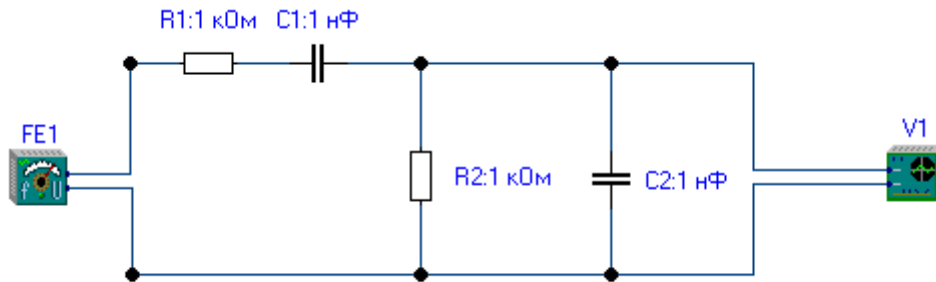

Рисунок 8.4
8.4 Собрать пассивную цепь (рис. 8.4) и снять ее ЛАЧХ и ЛФЧХ (логарифмические амплитудно-частотную и фазочастотную характеристики) с помощью плоттера. Принять $R=(20+N)$ кОм, $C=1000$ пФ. Зафиксировать частоту квазирезонанса и сравнить ее с расчетным значением ($\omega_0=1/RC$). Оценить коэффициент передачи на этой частоте.